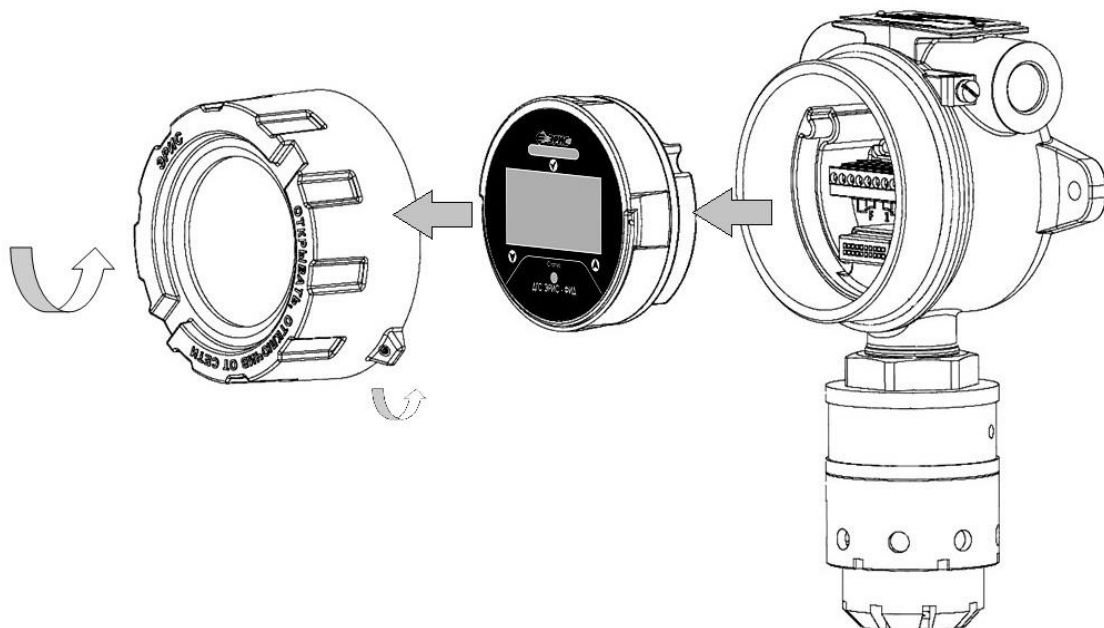

Рисунок 16 – Схема разбора ДГС ЭРИС-ФИД
- Открутить стопорный винт в крышке газоанализатора (рис.16).